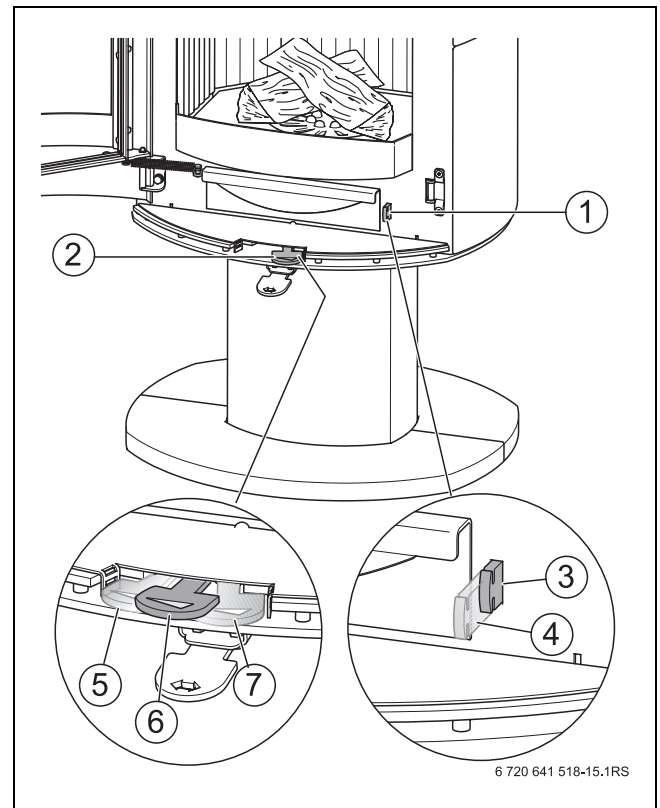

Рис. 4 Заслонка воздуха для горения и заслонка решётки
Заслонка (→ рис. 4, [2], стр. 9) предназначена для регулировки подачи первичного и вторичного воздуха.
Заслонка решётки (→ рис. 4, [1], стр. 9) может применяться для регулирования подачи первичного воздуха (воздуха для горения). При выдвинутой заслонке решётка максимально открыта. Мы рекомендуем открывать её во время розжига.
Заслонка решётки остаётся задвинутой (→ рис. 4, [3], стр. 9).
- ▶ Когда дрова сгорят до углей и больше не видно пламени, то закройте заслонку воздуха для горения (→ рис. 4, [5], стр. 9). Угли будут медленно гореть с минимальным количеством воздуха.